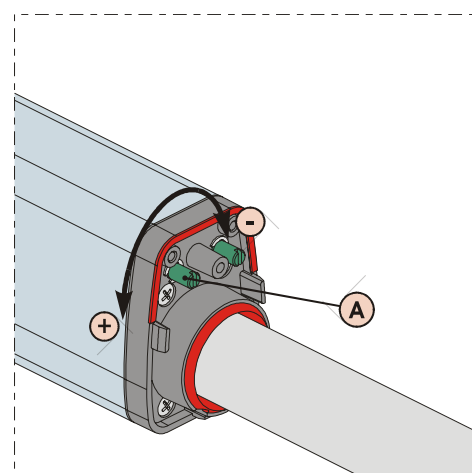

Fig. 20
- 3) Om de eindschakelaar voor **opening FCA** te regelen, draai aan de stelschroef, fig. 20 ref. A: draai hem tegen de klok in om de slag van de steel te vergroten, of met de klok mee om de slag te verkleinen.